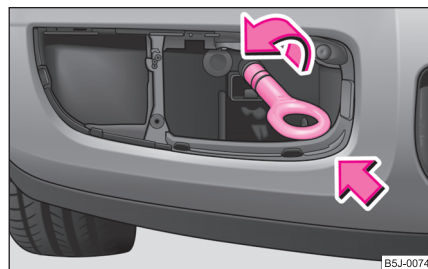

Fig. 177 Bara de protecție față: Montarea inelului de remorcare
- Înșurubați inelul de remorcare cu mâna spre stânga ⇒ fig. 177.